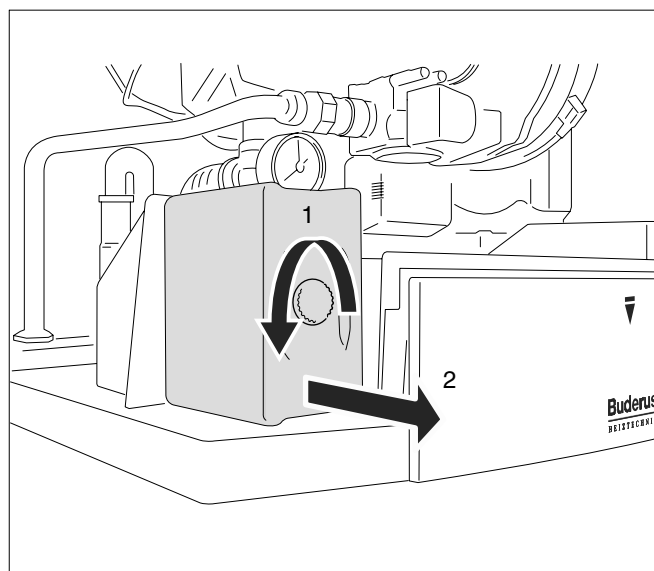

Fig. 42 Demontarea UBA3
- Desfaceți șurubul de fixare a UBA3 (vezi Fig. 42, Poz. 1).
- Trageți UBA3 în față, în direcția indicată de săgeată (vezi Fig. 42, Poz. 2).
- Montați din nou UBA3 (vezi Fig. 42).